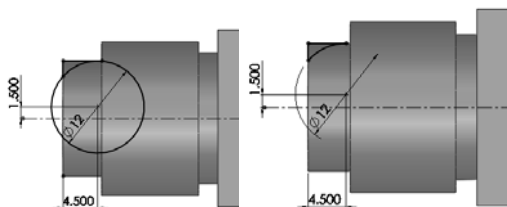
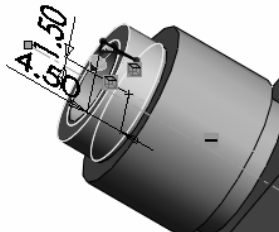

图 7-65 标注尺寸“ $\phi 12$ ”
图 7-66 切除-旋转特征
(1) 新建草图。在“FeatureManager 设计树”中选择“上视基准面”作为草图绘制基准面，单击“草图”工具栏中的（草图绘制）按钮，在其上新建一张草图。单击“标准视图”工具栏中的（正视图）按钮，正视于该草绘平面。
(2) 绘制中心线。单击“草图”工具栏中的（中心线）按钮，过坐标原点绘制一条水平中心线，作为旋转中心轴。
(3) 取消剖面视图观察。单击“视图（前导）”工具栏中的（剖面视图）按钮，取消剖面视图观察。这样做是为了将模型中的边线投影到草绘平面上，剖面视图上的边线是不能被转换实体引用的。
(4) 转换实体引用。选择球头上最外端拉伸凸台左上角的两条轮廓线，单击“草图”工具栏中的（转换实体引用）按钮，将该轮廓线投影到草图中。
(5) 绘制圆。单击“草图”工具栏中的（圆）按钮，或选择菜单栏中的“工具”→“草图绘制实体”→“圆”命令，绘制一个圆。
(6) 标注尺寸“ $\phi 12$ ”。单击“尺寸/几何关系”工具栏中的（智能尺寸）按钮，或选择菜单栏中的“工具”→“标注尺寸”→“智能尺寸”命令，标注圆的直径为 12 mm，如图 7-65 所示。
(7) 裁剪图形。单击“草图”工具栏中的（剪裁实体）按钮，将草图中的部分多余线段裁剪掉。
(8) 旋转切除特征。单击“特征”工具栏中的（旋转切除）按钮，弹出“切除-旋转”属性管理器，参数设置如图 7-66 所示，单击（确定）按钮，生成球头工作面。